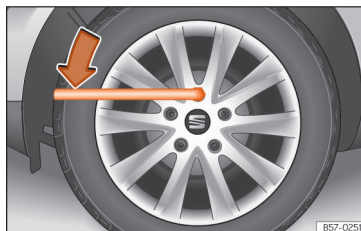

Abb. 252 Radwechsel: Radschrauben lockern
- Radschlüssel bis zum Anschlag auf die Radschraube schieben »» (Abb. 252).